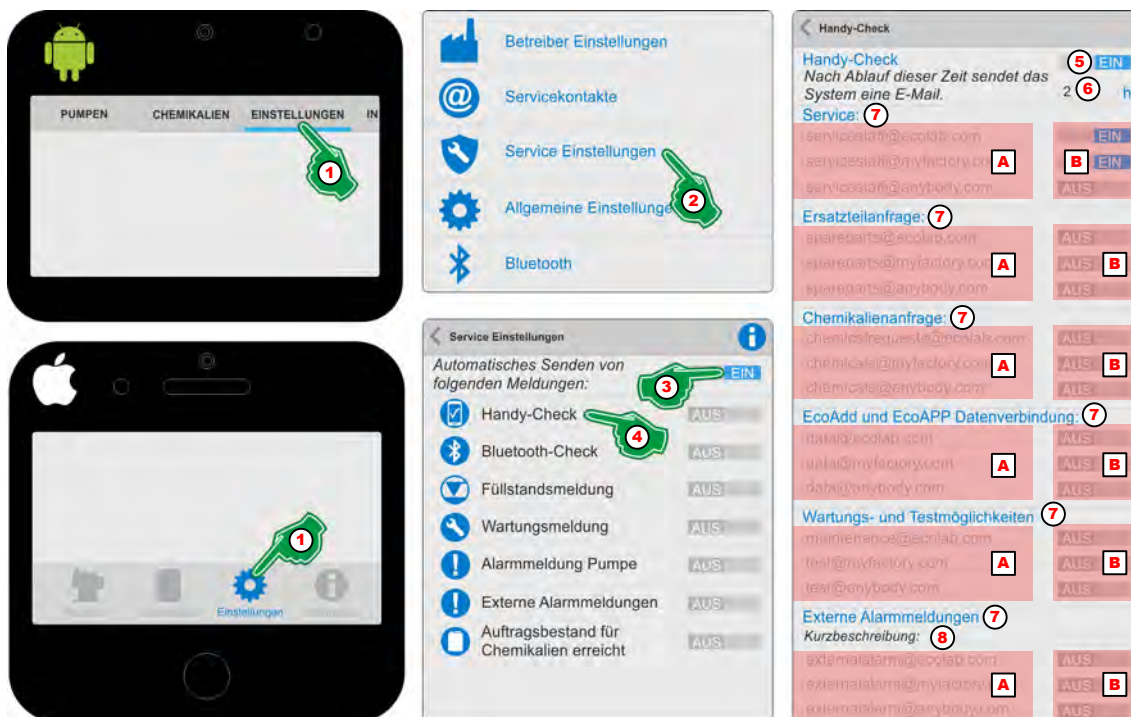
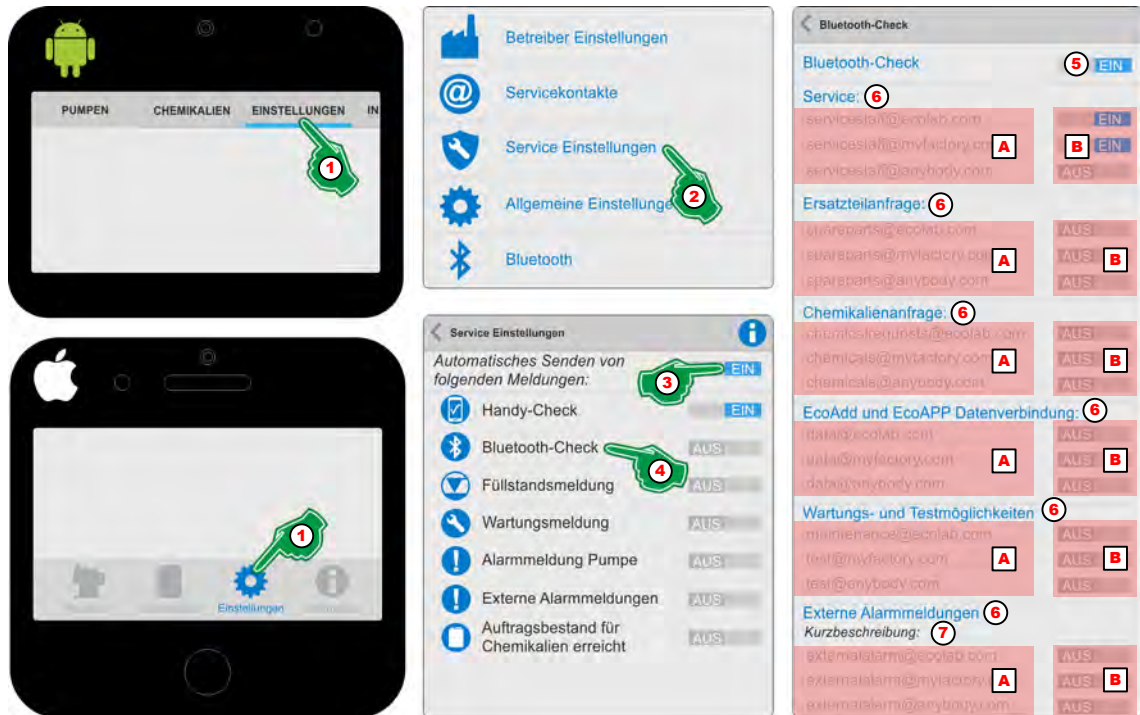

Abb. 45: „Handy-Check“
Abb. 46: „Bluetooth-Check“
1. [Einstellungen] (Abb. 45, Pos. 1) auswählen.
2. [Service Einstellungen] (Abb. 45, Pos. 2) auswählen.
3. „Automatisches Senden von folgenden Meldungen“ (Abb. 45, Pos. 3) **EIN** Schalten.
4. Das Symbol oder die Bezeichnung „Handy-Check“ (Abb. 45, Pos. 4) auswählen.
5. „Handy-Check“ (Abb. 45, Pos. 5) **EIN** Schalten.
6. Die gewünschte Zeitdifferenz (Abb. 45, Pos. 6) bis zum Auslösen einer Alarmmeldung bei nicht Erreichen des Smartphones (offline) Einstellen.
7. Gewünschte Servicekontakte (Abb. 45, Pos. A) **EIN** (Abb. 45, Pos. B) Schalten.
8. Zur Anzeige von Fehlern bei Verwendung einer externen Steuerung (Abb. 45, Pos. 7) eine Kurzbeschreibung (Abb. 45, Pos. 8) zur Identifikation vergeben.
1.  [Einstellungen] (Abb. 46, Pos. 1) auswählen.
2.  [Service Einstellungen]  (Abb. 46, Pos. 2) auswählen.
3.  „Automatisches Senden von folgenden Meldungen“ (Abb. 46, Pos. 3) **EIN** Schalten.
4.  Das Symbol oder die Bezeichnung „Bluetooth-Check“  (Abb. 46, Pos. 4) auswählen.
5.  „Bluetooth-Check“ (Abb. 46, Pos. 5) **EIN** Schalten.
6.  Gewünschte Servicekontakte (Abb. 46, Pos. A) **EIN** (Abb. 46, Pos. B) Schalten.
7.  Zur Anzeige von Fehlern bei Verwendung einer externen Steuerung (Abb. 45, Pos. 7) eine Kurzbeschreibung (Abb. 46, Pos. 8) zur Identifikation vergeben.